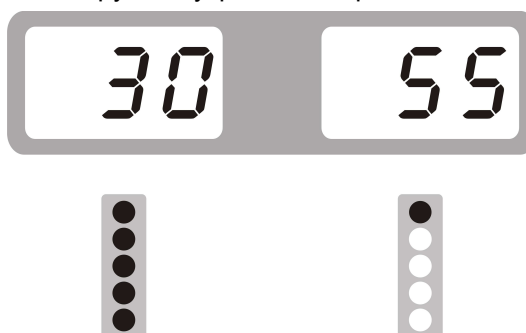

Рис.7
6) Медленно вращайте колесо против часовой стрелки до тех пор, пока внутренний индикатор дисбаланса не загорится полностью: в положении 12 часов находится дисбаланс, как показано на рисунках ниже. Прикрепите соответствующий балансировочный груз к внутренней стороне обода колеса. См. рис.7.